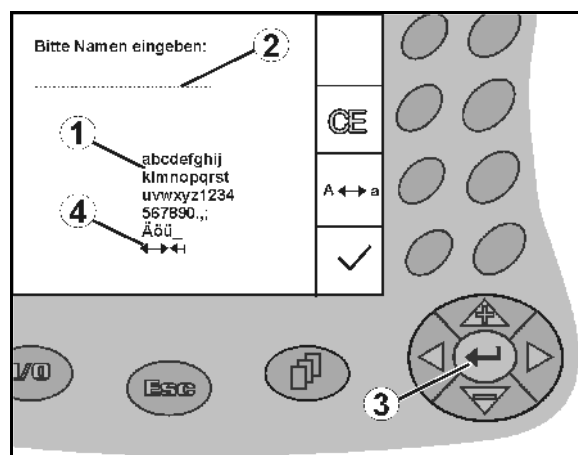

Fig. 13
Si la entrada de texto o cifras en el **AMATRON+** es necesaria, aparece el menú de introducción (Fig. 13).
En la parte inferior de la pantalla aparece un campo de selección (Fig. 13/1) con letras, cifras y flechas, con el que se forma la línea de introducción (Fig. 13/2) (texto o cifras).
Selección de letras o cifras en el campo de selección (Fig. 13/3).
-  Aceptar la selección (Fig. 13/3).
Las flechas  y  del campo de selección (Fig. 13/4) permiten desplazarse por la línea de texto.
La flecha  en el campo de selección (Fig. 13/4) elimina la última entrada.